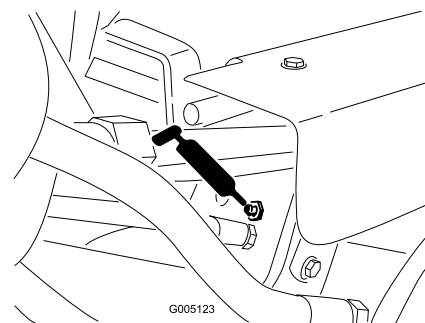

Figura 43
- Cilindri di sollevamento (3) (Figura 43)